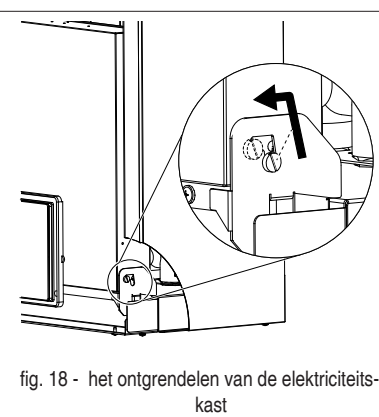

fig. 18 - het ontgrendelen van de elektriciteitskast
- pak het elektriciteitskastje vast en ontgrendel het (fig. 18)